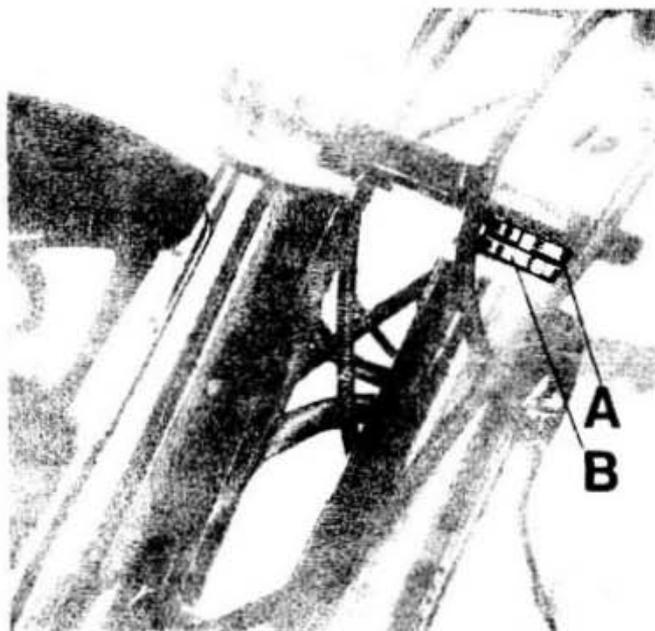

Fig. 111
- la ghiera (B) e controgghiera (A) e sfilare la forcella completa (vedere fig. 111);
la ghiera sul cannotto (B di fig. 111) avvitandola fin che lo sterzo è regolato accertandosi che giri liberamente; ad operazione ultimata avvitare la controgiera (A di fig. 111) bloccandola a mezzo chiave speciale;